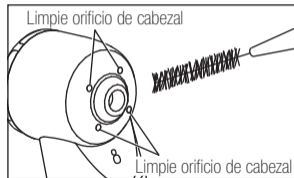

Fig. 5
- 2) Limpie la suciedad y los desechos de la pieza de mano con un paño de algodón impregnado en alcohol. (Fig. 5) No utilice un cepillo de alambre.